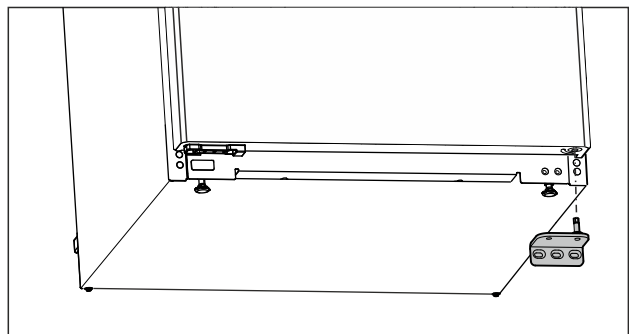

Fig. 12
- ▶ Sejměte stojan ložiska směrem dolů. (viz Fig. 12)